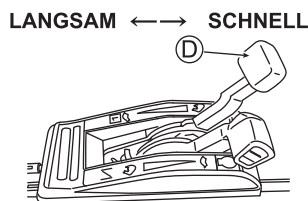

Abb. 19
5 Passen Sie die Geschwindigkeit mithilfe des Ganghebels (D) an. (Siehe Abb. 19)